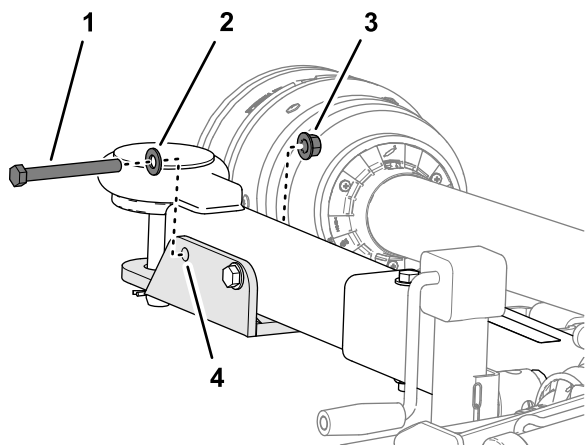

Figura 1
- Rimuovete il dado di bloccaggio flangiato ($\frac{1}{2}$ "), la rondella ($\frac{1}{2}$ ") e la vite a testa cilindrica ($\frac{1}{2}$ " x $4\frac{1}{2}$ ") che fissano il cavallotto al tubo di attacco, come illustrato nella Figura 1.